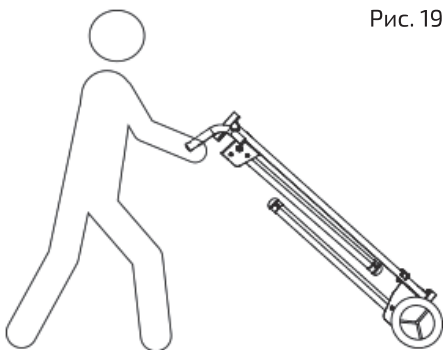

Рис. 20
- При хранении стойки необходимо снять с нее пилу, а саму стойку положить горизонтально на устойчивую поверхность. Запрещается хранить стойку в вертикальном положении или прислонять ее к стене (рис. 20).